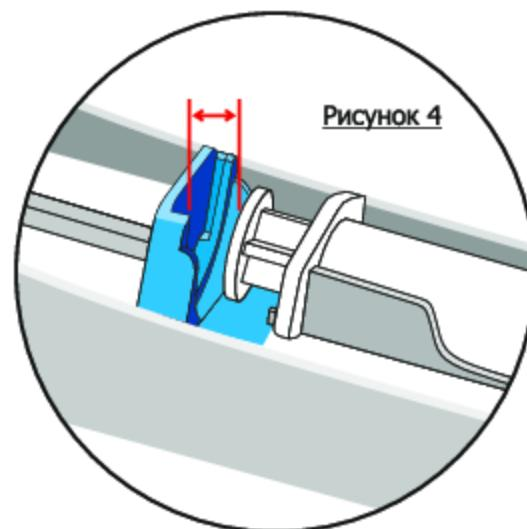

Рисунок 4
- Если шприц вставляется в картридж, но между поршнем шприца и толкателем остаётся большой зазор более 1мм, таким шприцем лучше не пользоваться, так как лекарство из него будет выдавлено не полностью. Это не является неисправностью инъектора (Рис. 4).